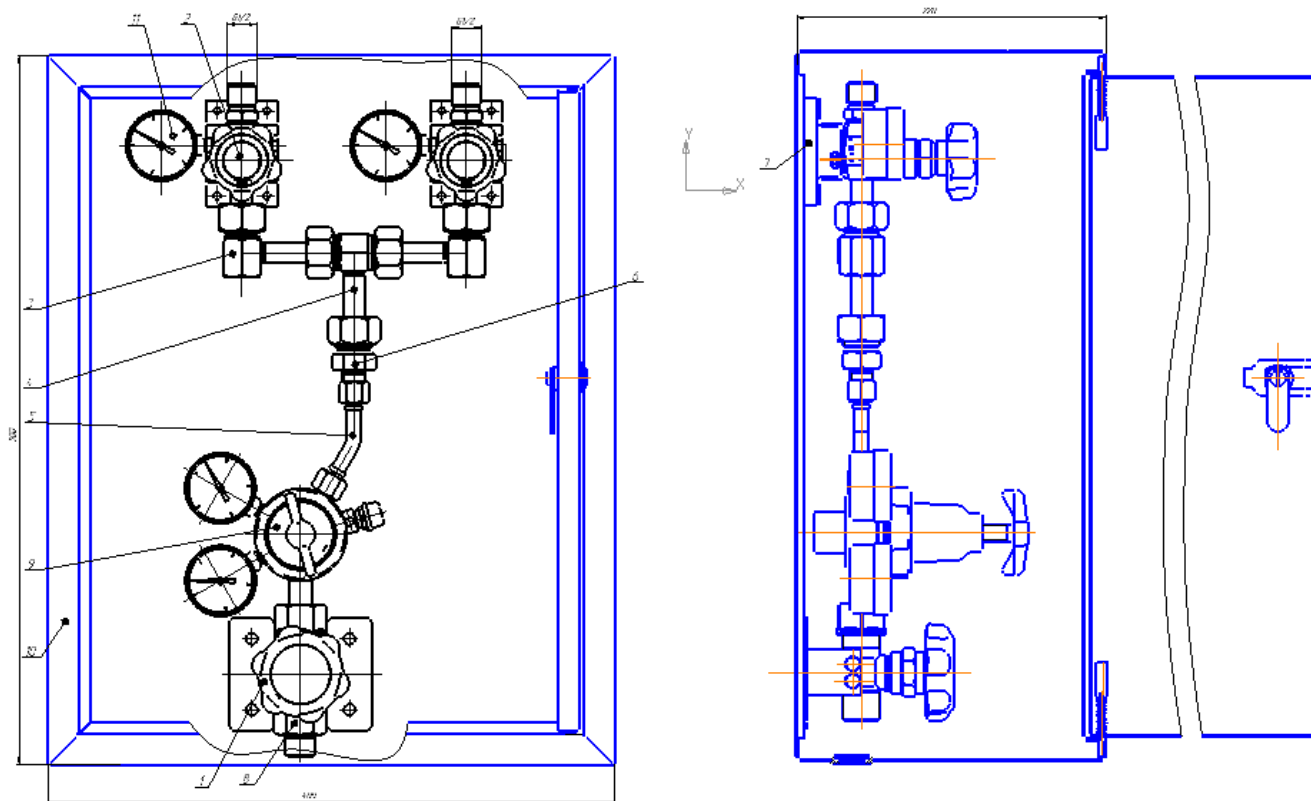

Рис. 1. Пост газопитания ПГК2-50-3
4.1 Внешний вид поста показан на рис. 1